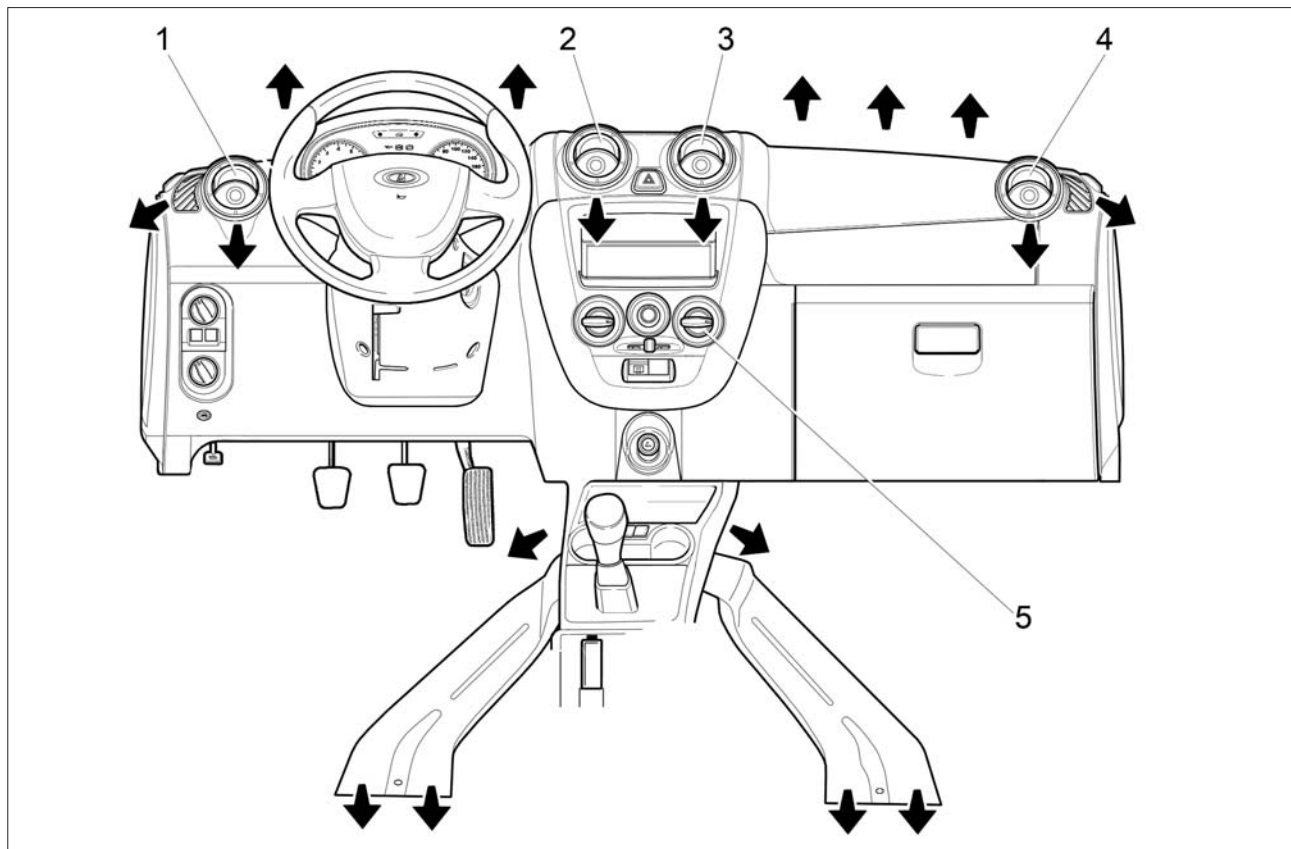

Рис. 38. Направления потоков воздуха из дефлекторов и воздуховодов
Непосредственным воздействием на дефлекторы сопел 1, 2, 3 и 4 (рис. 38) регулируется интенсивность подачи воздуха путем изменения положения дефлекторов вплоть до полного их закрытия. Открытие нужного сопла производится нажатием на специальное углубление в дефлекторе. Вращением дефлектора регулируется направление воздушного потока.
– **сопла 1, 2, 3 и 4** (см. рис. 38) открыть, нажав на специальное углубление в дефлекторе;
или 4 (см. рис. 38) должно быть открытым, иначе теплообменник охлаждения воздуха (испаритель) может обледенеть и перекрыть подачу воздуха в салон.